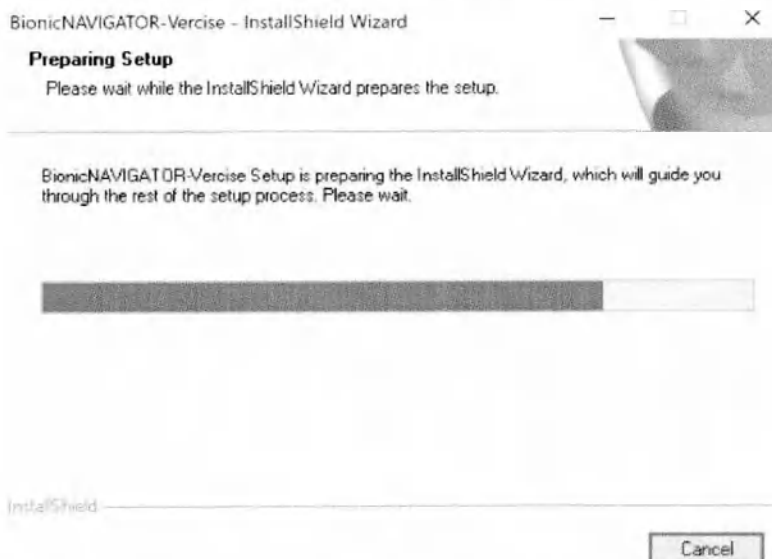

Рисунок 11. Установка программного обеспечения на клинический программатор
3. Нажмите кнопку **Activate** (Активировать) (Рисунок 10). Настройка системы для работы с новым приложением может занять несколько минут. По мере установки ПО Bionic Navigator 2.03 на КП будут отображаться сообщения о состоянии процесса (Рисунок 11). При необходимости нажмите **Next** (Далее) или **Finish** (Готово).